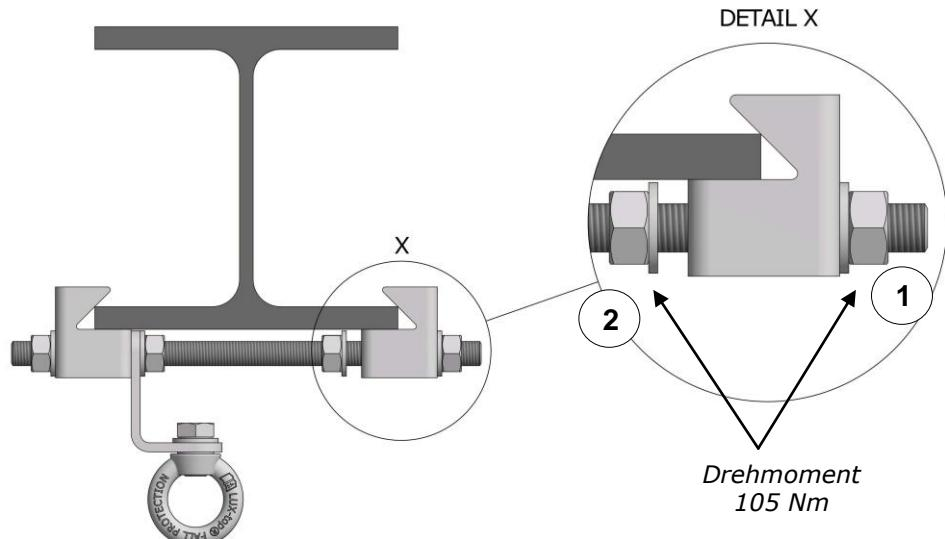

Abbildung 3
3. **LUX-top® QUICKFIX II** an gewünschter Stelle gemäß Abbildung 3 positionieren. Anschließend zunächst die äußere Mutter mit einem Drehmoment von 105 Nm anziehen (1). Danach die innere Mutter mit einem Drehmoment von 105 Nm festziehen (2).